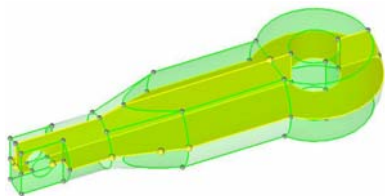

图 5-48 切割实体
(7) 单击 trim 按钮，将这上半部分实体切割成左右对称的两个实体，如图 5-48 所示。